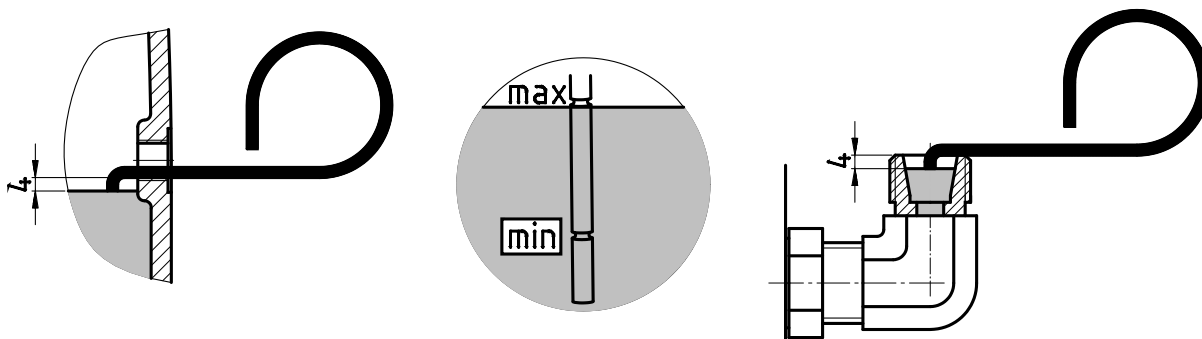

Figura 27: Verificar o nível de óleo com a vareta medidora de óleo
1. • Redutores de engrenagens helicoidais padrão da forma construtiva M4 (V1 e V5) possuem para a verificação do nível de óleo o tubo angular mostrado em Figura 27 (figura direita), o qual deve estar orientado verticalmente para cima. Desrosqueie o respiro forçado antes da verificação do nível de óleo.
3. Verifique o nível de óleo no redutor com a vareta medidora de óleo anexa (n.º de peça.: 283 0050) como mostrado na Figura 27 (figura esquerda e direita). Para isso, mantenha na vertical a vareta medidora de óleo a mergulhar no óleo.
O nível de óleo deve ser verificado com ajuda de uma vareta de nível com haste indicadora (rosca G1¼) no reservatório de nível de óleo. O nível de óleo deve estar entre a marcação inferior e superior, com a haste indicadora totalmente rosqueada, vide Figura 27 (figura central). Estes redutores somente podem ser operados na forma construtiva informada no capítulo 7.1 "Formas de projeto e posição de montagem".